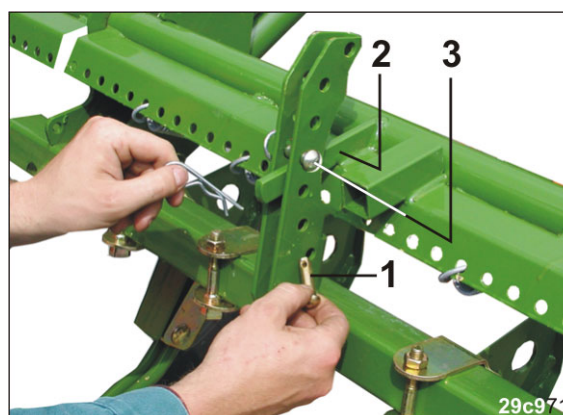

Fig. 193
- 1.3 Coloque uma cavilha (Fig. 193/3) num furo por cima da alavanca (Fig. 193/2) e fixe-a com um contrapino.
- 2.3 Coloque a cavilha (Fig. 193/1) num furo por baixo da alavanca (Fig. 193/2) e fixe-a com um contrapino.